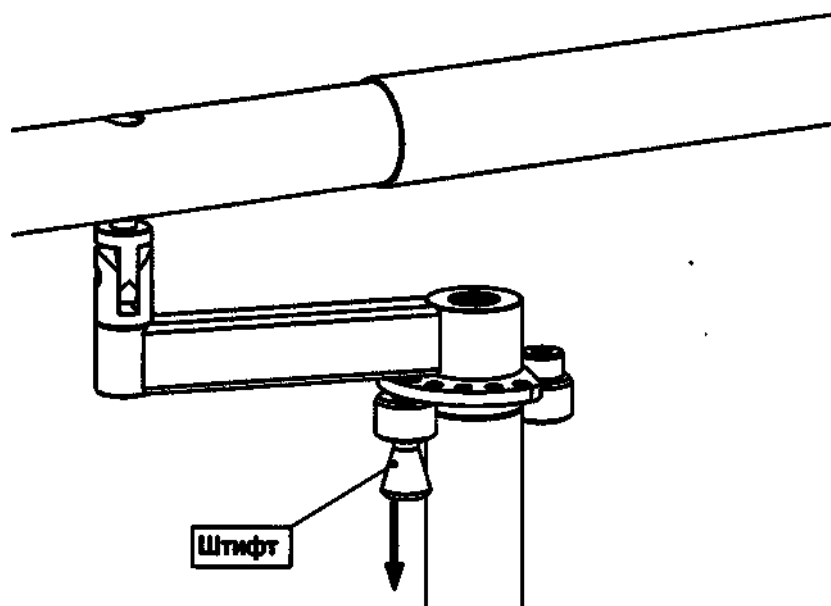

Рисунок 33 – Расположение штифтов регулируемых поручней для регулировки по ширине
- освободите поручень, потянув штифты, расположенные в передней и задней частях поручня, вниз (см. рисунок 33);